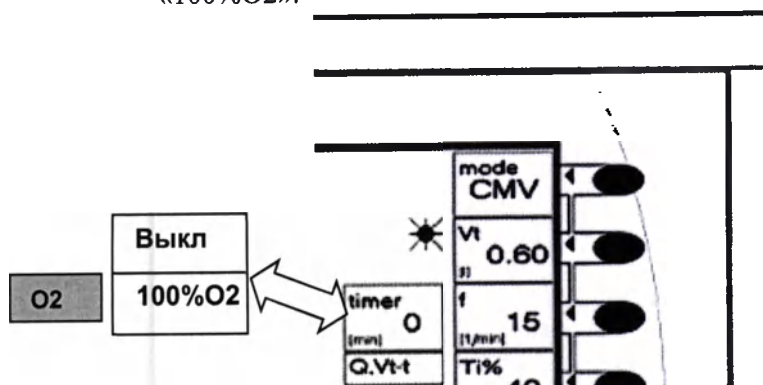

Рис. 51С
- 5 «<МОН» – Кнопкой «<МОН» можно переключить окно измерения концентрации O₂ в окно измерения PEEP – см. рис. 51А, или настройку предела тревоги минимального давления р минимум. В то же время переключается изображение окна частоты «f» в окно изображения «усилия пациента», т.е. окно изображения процентного соотношения триггерных вдохов пациента и общих вдохов аппарата
Небулизатор вводится в действие, нажав кнопку «NEB» (7) - рис. 51В на управляющей панели вентилятора. Вместе с введением небулизатора в действие загорается световая зеленая сигнализация - информация о работе небулизатора и на дисплее появится окно.
Когда пользователь хочет привести вентилятор в постоянное состояние ОЖИД – «ВЫКЛ», потом после нажатия кнопки ОЖИД (9) он должен нажать ВВОД см. рис. 51С. Постоянное состояние ОЖИД вентилятора изображается в информационном окне написанием **ВЫКЛ.** на красном фоне окна. Это состояние можно использовать, например, для зарядки запасного источника электрической энергии - см. ст. 9.2.
4. - кнопкой «**MENU**» открывается в месте изображения секундомера «таймер» и в месте окна для выбора графической площади новое окно – см. рис. 51С с командой «Выкл.» и «100%O₂».
Изображение информационного окна «100%O₂» выше описанным подходом – рис. 51С, позволяет привести вентилятор в функцию так называемой «предварительной оксигенизации» следующим способом: